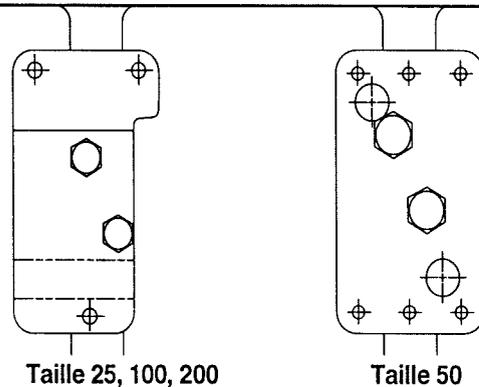

Figure 4 : Support de montage
2. Monter le support du positionneur au bras de l'arcade attaché à la plaque d'indication de course et dans la position illustrée à la Figure 4.